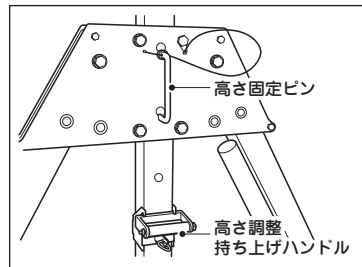

図15
① トロリーをビームの真ん中に置き、ノブを締めて固定してください。
② 高さ調整持ち上げハンドルの位置を決めてください。(図 15)